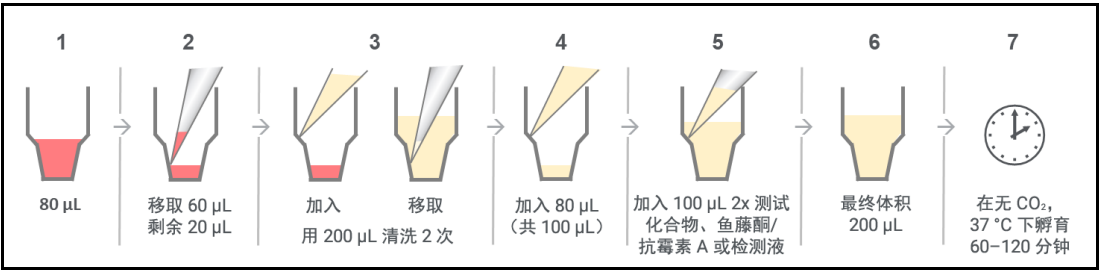

图 7. 准备 XF Pro M 细胞板以及测试化合物预孵育。每个清洗步骤留 20 µL 检测液，尽量减少对细胞单层的损伤
- 2 用预热过的检测液清洗细胞板两次，如图 7 所示。清洗完成后，在每孔中留 100 µL 检测液（见图 7 中的第 4 步）
- 如果需要急性加药，则在最后一次清洗步骤时，将每个孔中的起始体积调整为 175 μL （图 7 中的第 6 步），作为分析开始前的最终体积